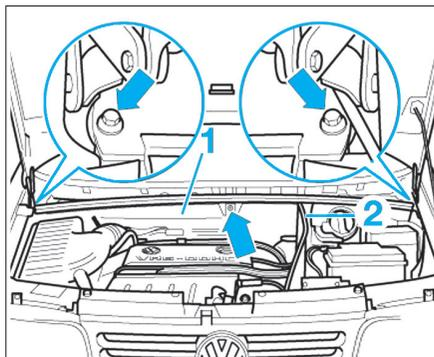
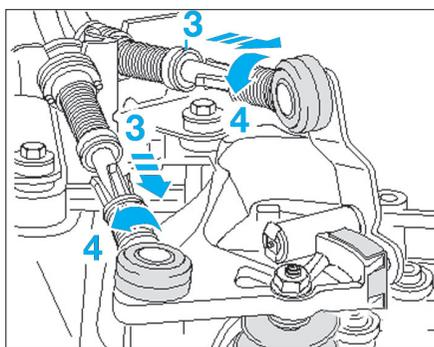

Fig. 2
Fig. 3
- Déposer le revêtement (1) du conduit d'air (flèches) (Fig.2)
- Déposer le revêtement (2) de la batterie.
- Tirer le mécanisme de sûreté sur les câbles de commande et de sélection vers l'avant jusqu'en butée dans le sens de la flèche (3), puis le verrouiller vers la gauche dans le sens de la flèche (4) (Fig.3).